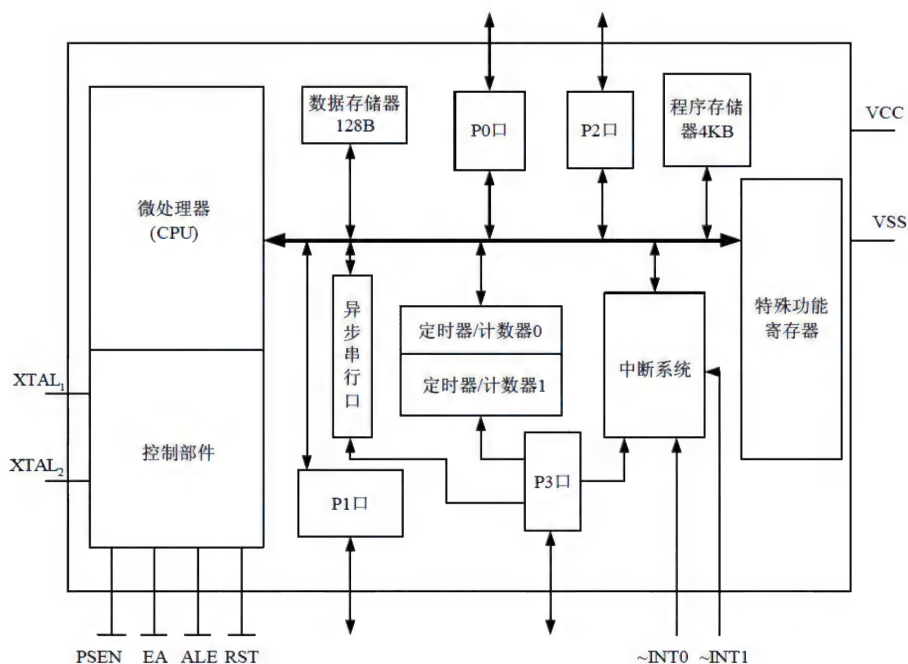

图 1.3 单片机内部结构图
单片机经过几十年的发展,功能和组成结构基本固定,其内部结构示意图如图 1.3 所示。
- 4 个或更多个 8 位并行 I/O 口(如图 1.3 中的 P0、P1、P2 和 P3 口)；
如图 1.3 所示的内部结构按功能分成了以下 8 个组成部分，它是通过片内单一总线连接起来的。